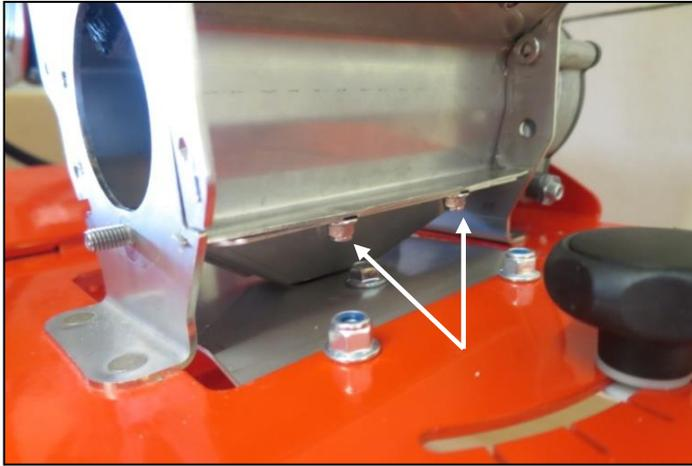

図 : 71
- 図 : 71 のナット 2 つを外して、ファンネルを矢印の方向に